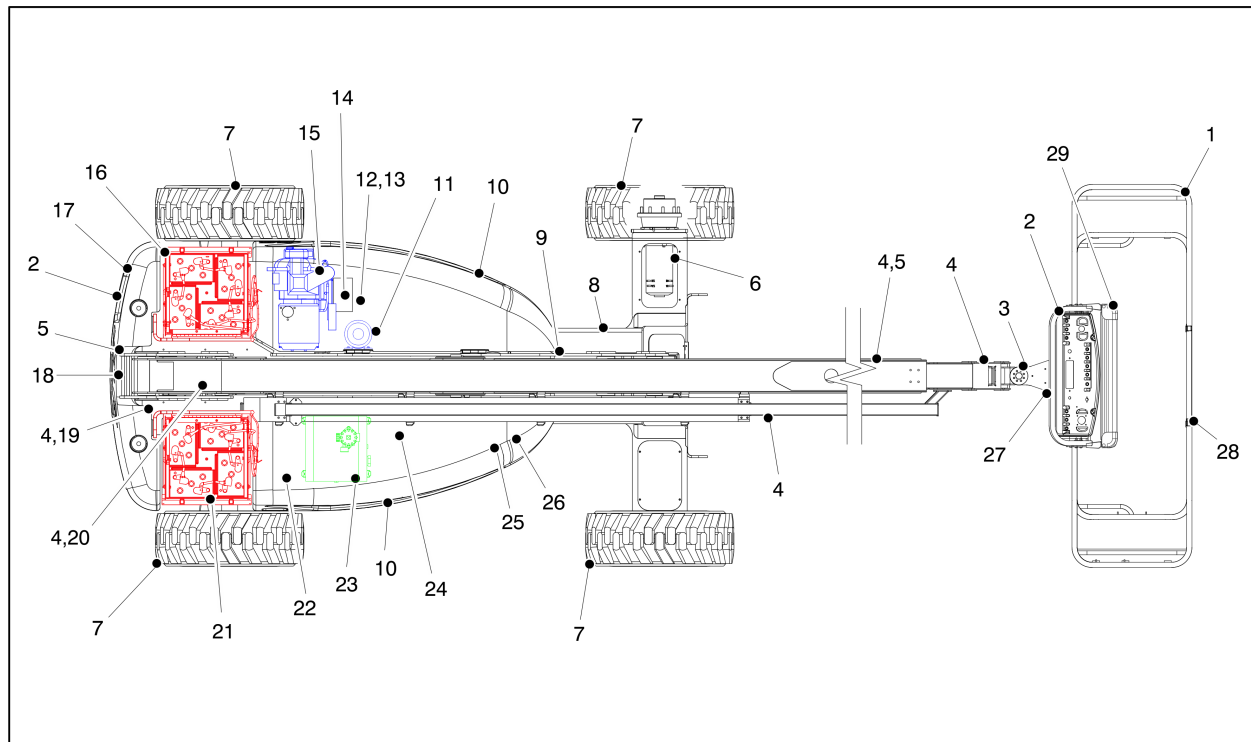
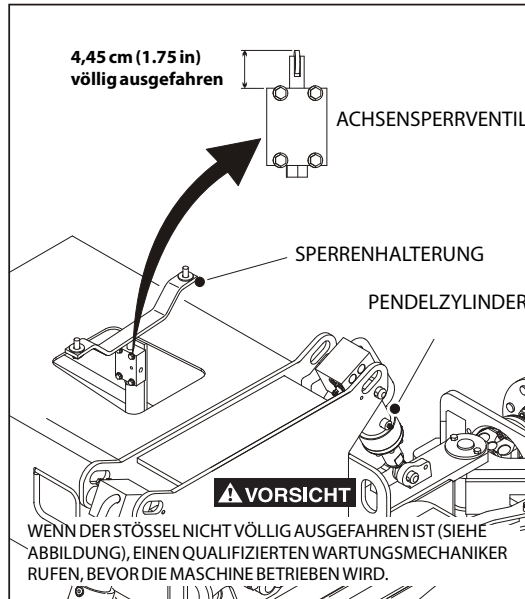

Abbildung 2-4. Tägliche Sichtkontrolle – Blatt 1 von 4
Abbildung 2-7. Tägliche Sichtkontrolle – Blatt 4 von 4
4. **Sichtkontrolle** – Siehe Abbildung 2-4., Abbildung 2-5. und Abbildung 2-7.